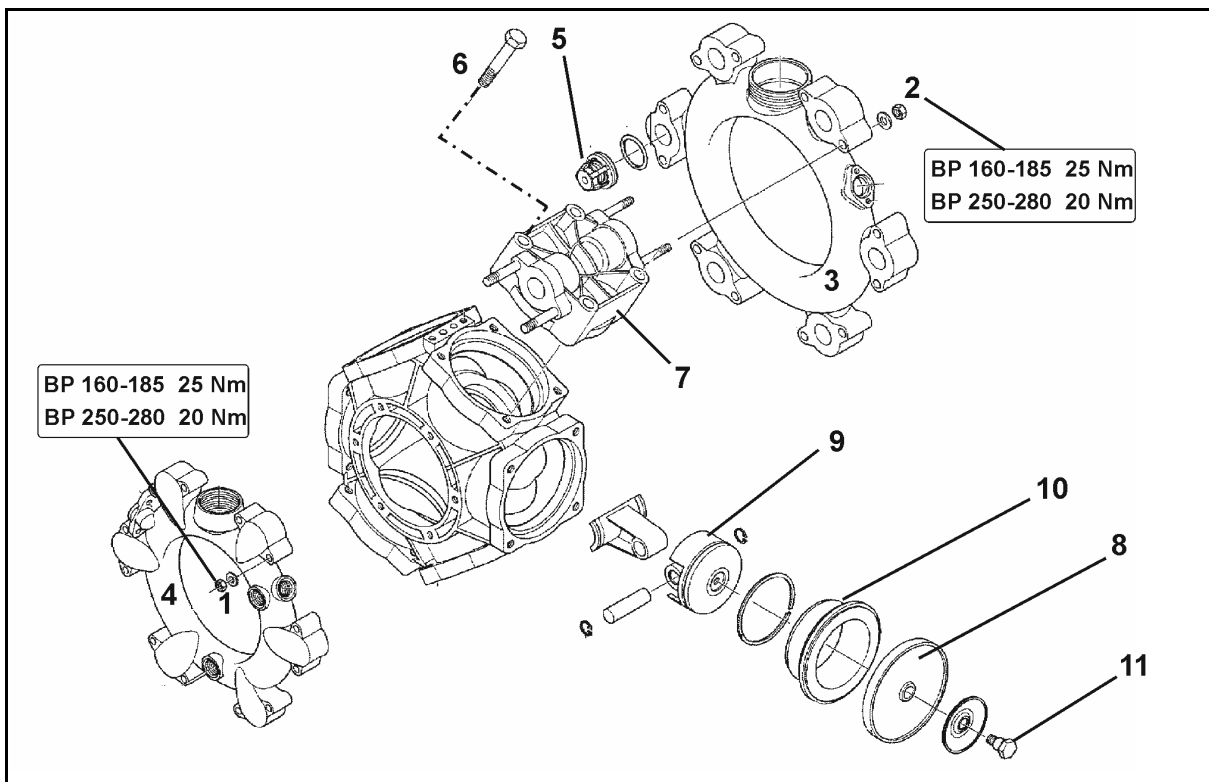

Fig. 191
- Überprüfen Sie die Kolbenmembrane (Fig. 191/8) mindestens einmal jährlich durch Demontage auf ihren einwandfreien Zustand.
- Achten Sie auf die jeweilige Einbaulage der saug- und druckseitigen Ventile, bevor Sie die Ventilgruppen (Fig. 191/5) herausnehmen.
- Tauschen Sie grundsätzlich alle Kolbenmembrane (Fig. 191/8) aus, auch wenn nur eine Kolbenmembrane gequollen, gebrochen oder porös ist.
2. Muttern (Fig. 191/1, 2) entfernen.
3. Saug- und Druckkanal (Fig. 191/3 und Fig. 191/4) abnehmen.
4. Ventilgruppen (Fig. 191/5) herausnehmen.
5. Entfernen Sie die Muttern (Fig. 191/6).
6. Nehmen Sie den Zylinderkopf (Fig. 191/7) ab.
7. Überprüfen Sie die Kolbenmembrane (Fig. 191/8).
- Befestigen Sie die Kolbenmembrane (Fig. 191/8) derart mit Haltescheibe und Schraube (Fig. 191/11) am Kolben (Fig. 191/9), dass der Rand zur Zylinderkopfseite (Fig. 191/7) weist.
- Die Muttern (Fig. 191/1,2) unbedingt kreuzweise mit dem angegebenen Drehmoment anziehen. Unsachgemäßes Anziehen der Schrauben führt zu Verspannungen und somit zur Undichtigkeit.
1. Schraube (Fig. 191/11) lösen und Kolbenmembrane (Fig. 191/8) zusammen mit der Haltescheibe vom Kolben (Fig. 191/9) abnehmen.
3. Nehmen Sie den Zylinder (Fig. 191/10) aus dem Pumpengehäuse heraus.
6. Setzen Sie den Zylinder (Fig. 191/10) wieder in das Pumpengehäuse ein.
7. Kolbenmembrane (Fig. 191/8) montieren.
8. Zylinderkopf (Fig. 191/7) an Pumpengehäuse anflanschen und Schrauben (Fig. 191/6) gleichmäßig über Kreuz anziehen.
9. Ventilgruppen (Fig. 191/5) nach Prüfung und Reinigung montieren.
11. Saug- (Fig. 191/3) und Druckkanal (Fig. 191/4) an das Pumpengehäuse anflanschen.
12. Ziehen Sie die Muttern (Fig. 191/1,2) kreuzweise mit einem Drehmoment von **25 Nm (BP 160-185) / 20 Nm (AR 250-280)** an.